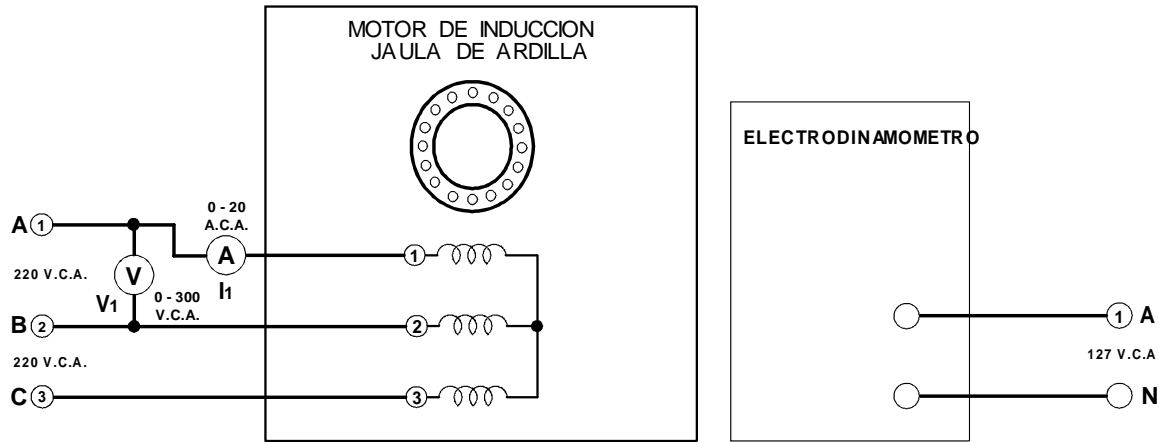

Fig. A5-2
- Repita el procedimiento (5) para cada uno de los par-motor anotados en la tabla, manteniendo la tensión de entrada en 127 V.c.a.
- Conecte el circuito que aparece en la figura A5-2. Observe que ahora se utiliza la salida trifásica fija de la fuente de alimentación, terminales **A(1)**, **B(2)** y **C(3)**.